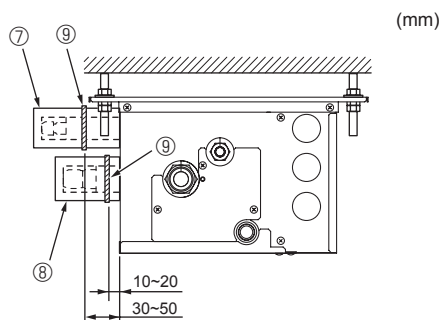

Fig. 7-5
► Gör på följande sätt för de delar av avreningsdosan som ej är anslutna till en inomhusenhet. (Fig. 7-5)
- (1) För att förhindra läckage av köldmedel, dra åt de flänsade muttrarna till angivet vridmoment\* enligt tabell 3.